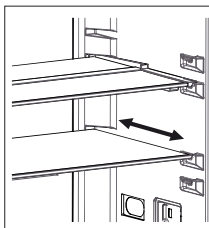

Abb. 1
- Ziehen Sie das Regal in Ihre Richtung, wenn Sie es in seine ursprüngliche Position bringen möchten. (Abb. 1)